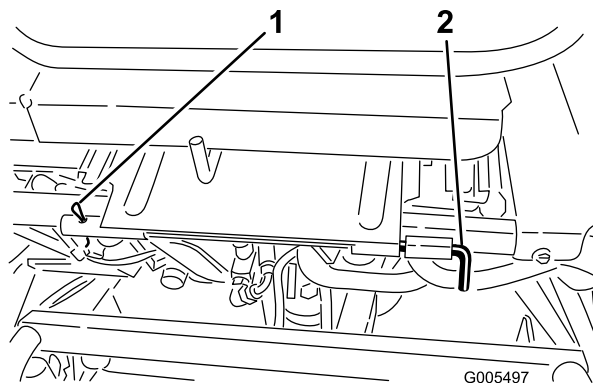

**Figure 8**
7. Montez la plaque de protection du distributeur hydraulique sur le côté droit du socle du siège à l'aide de 2 boulons de carrossier (5/16 x 5/8") et écrous. Positionnez la plaque de protection comme illustré à la Figure 8.